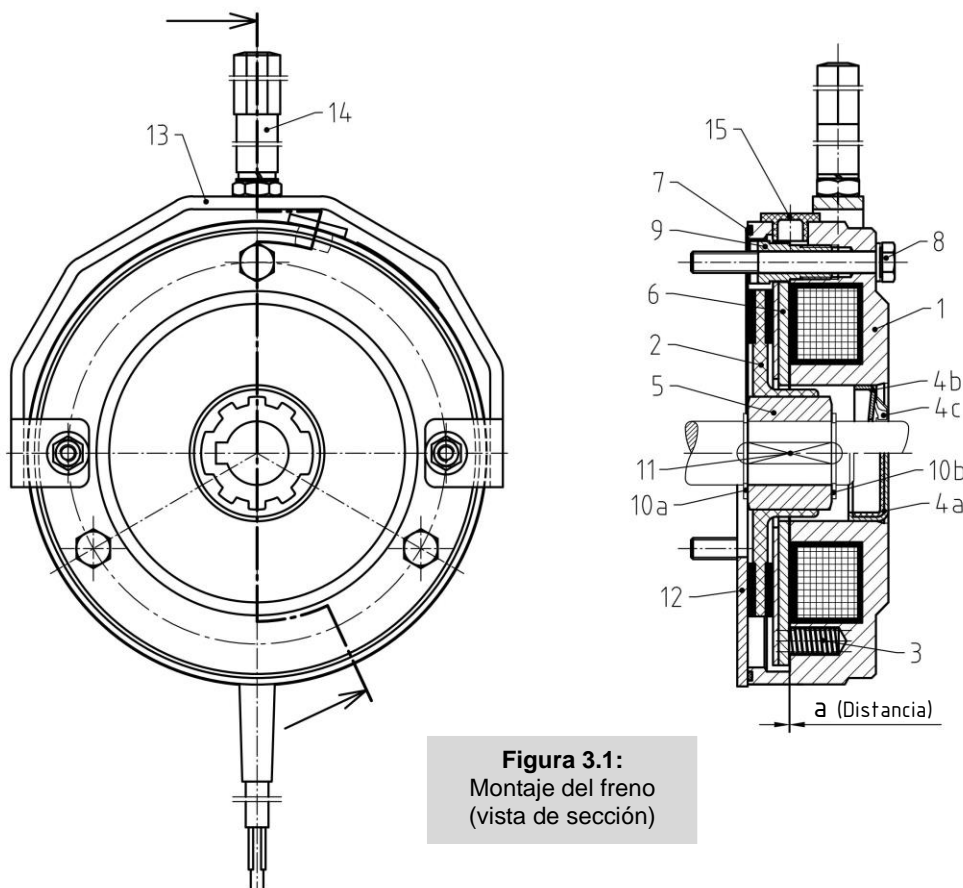

Figura 3.1:
- Si se suministra la superficie de contrafricción en forma de brida (pos. **12**, **figura 3.1**), este componente se fija junto con el freno directamente sobre la placa de rodamiento del motor (véase también 3.1.3, 3.1.4 y figura 3.1). El freno está sellado contra la brida con una junta tórica (pos. **7**) (de forma análoga al protector lateral del motor para frenos sin brida). **Sin embargo, la propia brida no contiene ningún elemento de sellado adicional y debe sellarse a través de su superficie atornillada.**
3.1.3 Buje y rotor (figura 3.1)
3.1.4 Freno (figura 3.1) → para el montaje de la liberación manual, consulte en primer lugar el punto 3.1.6
3.1.5 Sellado (figura 3.1)
El funcionamiento continuo no requiere medidas especiales en ausencia de averías. Solo se debe comprobar el **tamaño de la brecha de aire** (que aumenta debido al desgaste del revestimiento de fricción del rotor) de acuerdo con la siguiente lista (véase también: 4.1.3). Para ello, retire temporalmente el tapón (pos. **15**, figura 3.1) en el orificio de inspección. En caso de averías, proceda de acuerdo con 4.2.